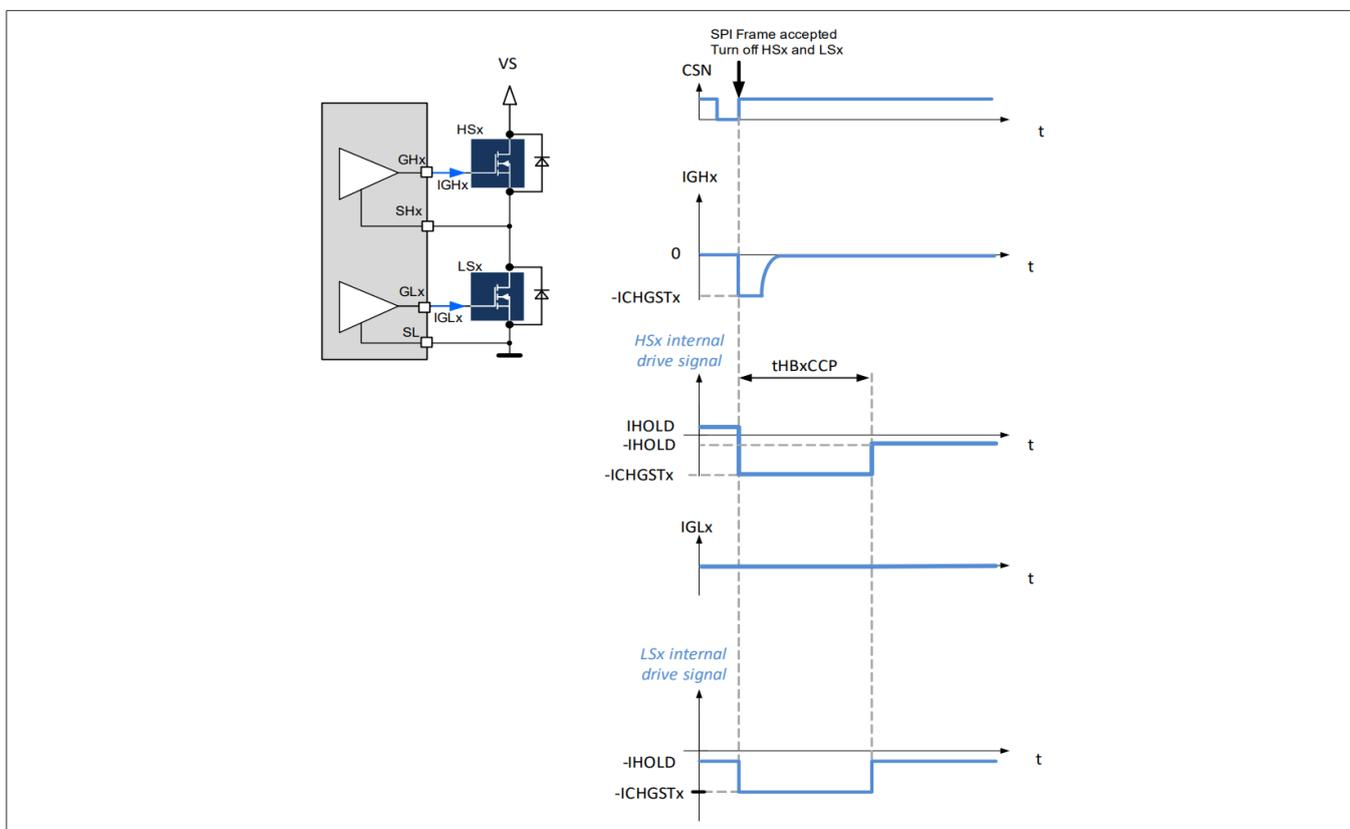

图9 半桥高边和低边MOSFET的关断
- HSx 和 LSx 的栅极, 在  $t_{HBxCCP Active}$  时间内 (图 9) 通过电流  $-ICHGSTx$  放电